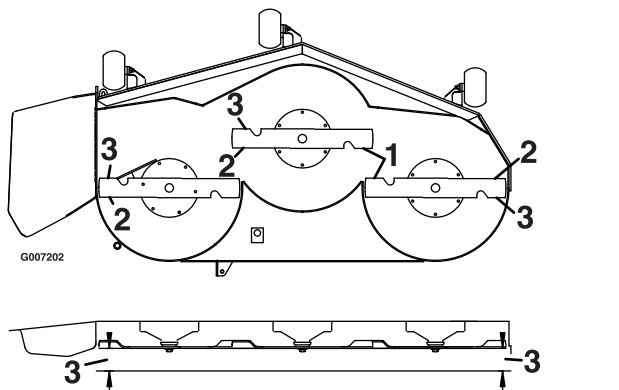

Figura 69
- Misurate la distanza tra i taglianti esterni e la superficie piatta (Figura 69).